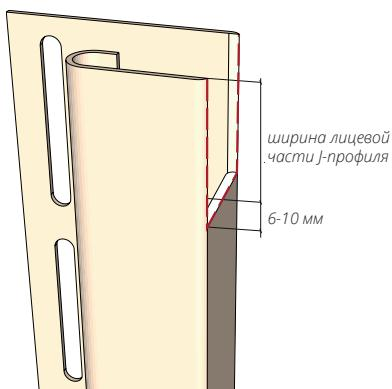
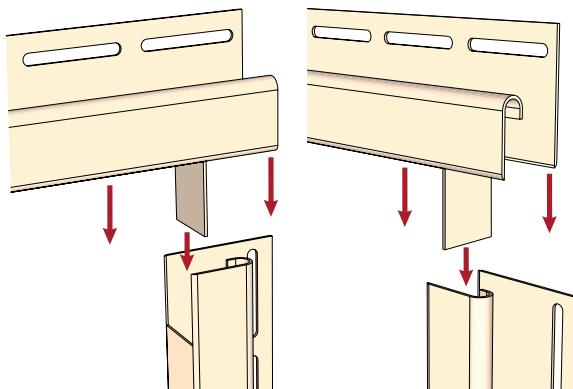

Рисунок 41
Рисунок 42
- 14.5** J-профиль монтируемый в нижней части соединения необходимо подрезать согласно рис. 41 Смонтируйте J-профиля согласно рис. 42, соблюдая общие правила монтажа.